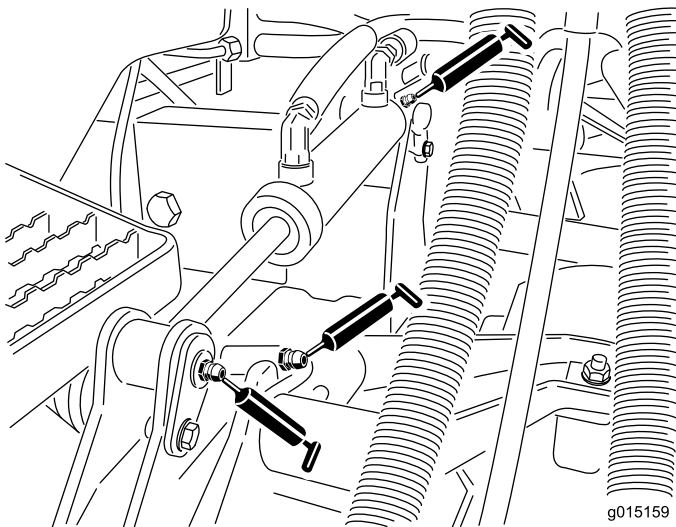

Figura 67
- Casquilhos do braço de elevação (1 por unidade de corte) (Figura 67)
- Casquilhos do cilindro de elevação (2 por unidade de corte) (Figura 67)